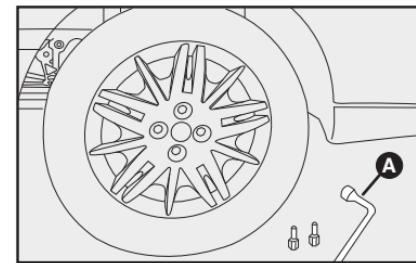

fig. 11
- Apertar os parafusos utilizando a chave de roda específica **A**-fig. 11.